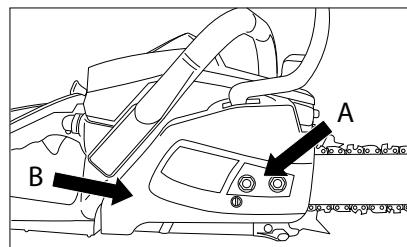

Fig. 5
3. Desurubati ambele piuliite (A), care fixeaza sina și capacul de protectie. Scoateti capacul de protectie impreuna cu ecranul franei de lant (B) (Fig. 5).